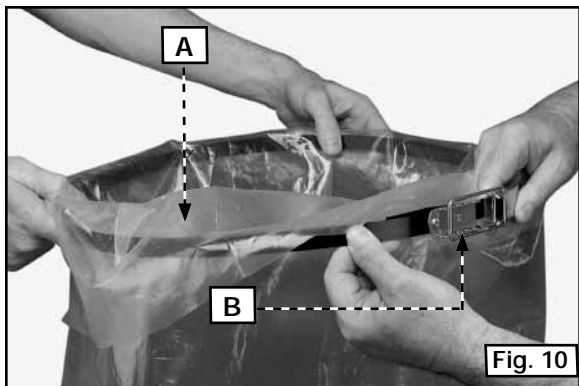

Fig. 10
Le sac plastique s'attache aussi à l'extérieur du dépoussiéreur à l'aide de la bride comprise (B) fig. 10 :
1. Insérer la bride (B) autour de la partie supérieure du sac plastique (A) et enrouler environ 10 à 15 cm (4 à 6 po) de sac plastique autour de la bride (fig. 10).